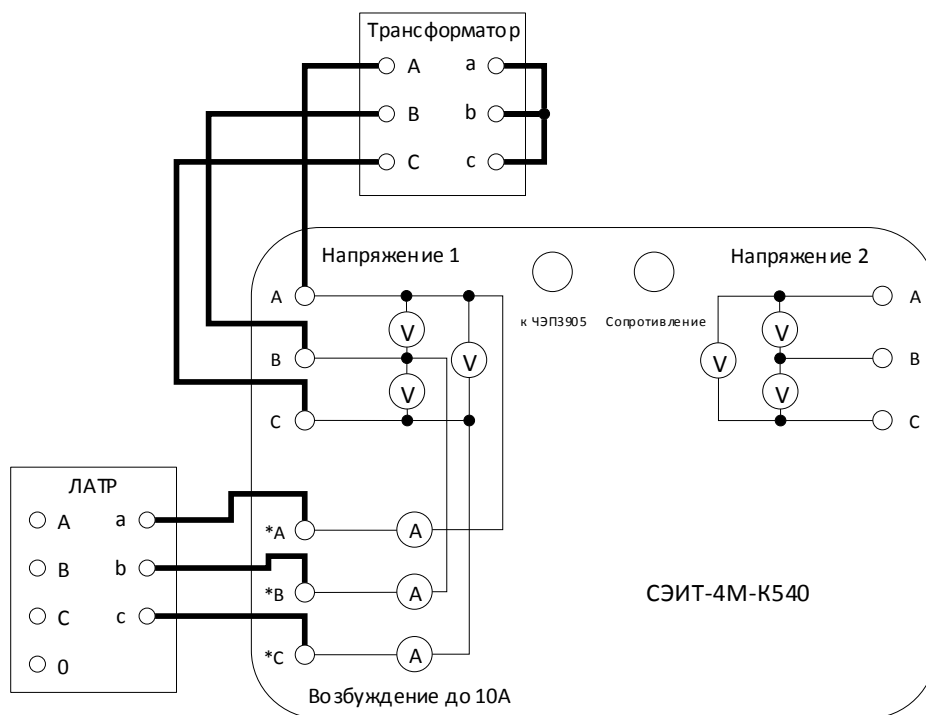

Рис. 18. Схема соединений для опыта К3.
5.4.1. Для проведения опыта короткого замыкания необходимо собрать измерительную схему, представленную на рис. 18. Вводы обмотки НН испытываемого трансформатора соединяют накоротко, в вводы обмотки ВН подключают к клеммам ИВБ, как показано на рис. 18.